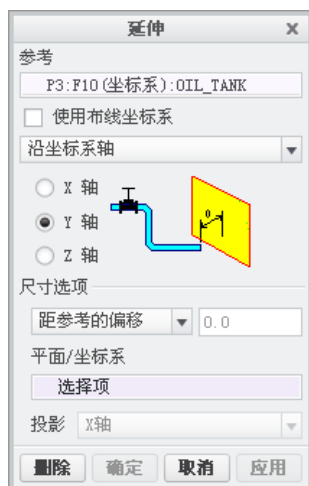
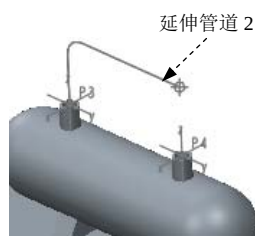

图 16.2.30 “延伸”对话框（三）
图 16.2.31 定义延伸管道 2
Step4. 定义延伸管道 2。在“延伸”对话框中选中 **Y 轴** 单选项，在 **尺寸选项** 区域中的下拉列表中选择 **距参考的偏移** 选项，如图 16.2.30 所示，选取图 16.2.26 所示的基准坐标系 P4 为偏移参考；单击 **尺寸选项** 区域下方的文本框，输入数值 0，单击 **确定** 按钮，结果如图 16.2.31 所示。